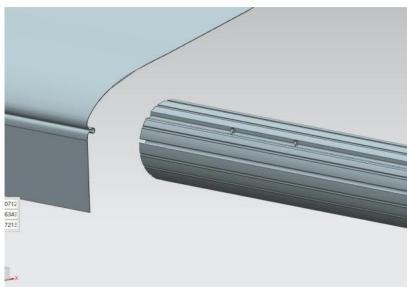
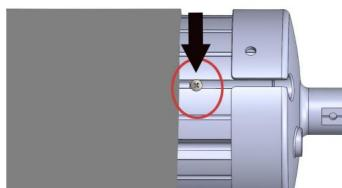

Rysunek C10
Rysunek C11
3.4 Wyciągnij rurki łączące na obu końcach środkowej rurki nawojowej do czerwonej pozycji granicznej, złóż lewą i prawą rurkę nawojową i przymocuj je śrubą A w miejscu połączenia. (Rysunek C10, Rysunek C11)